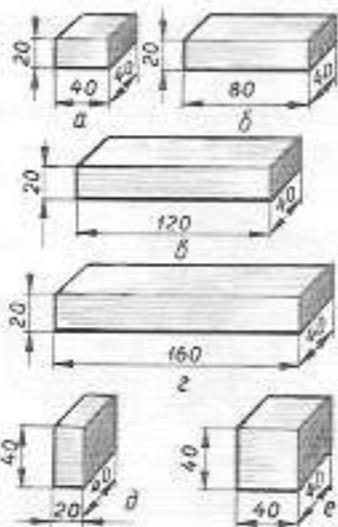

Рисунок 11. Детали строительного материала.
3. Изготовьте из бруска прямоугольного сечения 20×40 мм детали длиной 40, 80, 120, 160 мм (рисунок 11, а, б, в, г). Ограничитель устанавливает учитель.
4. Изготовьте из бруска квадратного сечения 40×40 мм детали длиной 20 и 40 мм (рисунок 11, д, е).